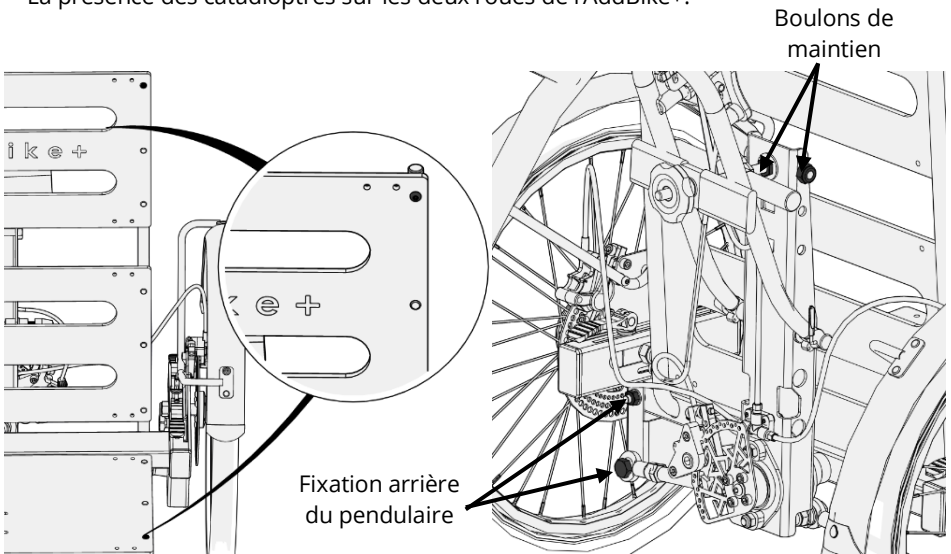

Figure 48 - Vis de l'assise et points de contrôles importants
- Vérifiez le bon serrage du blocage rapide de l'axe de fixation de la fourche (Cf. figure 48-f) ;
- Vérifiez que les deux roues de l'AddBike+ sont réglées dans la même position, en mode chargé ou non chargé (Cf. figure 48-h) ;
- Fixations arrière du pendulaire. Le système étant symétrique, pensez à vérifier chaque côté (Cf. figure 48) ;
- Les quatre vis aux extrémités de l'assise et du dossier (Cf. figure 48) ;
- Les boulons de maintien de la bride (Cf. figure 48) ;